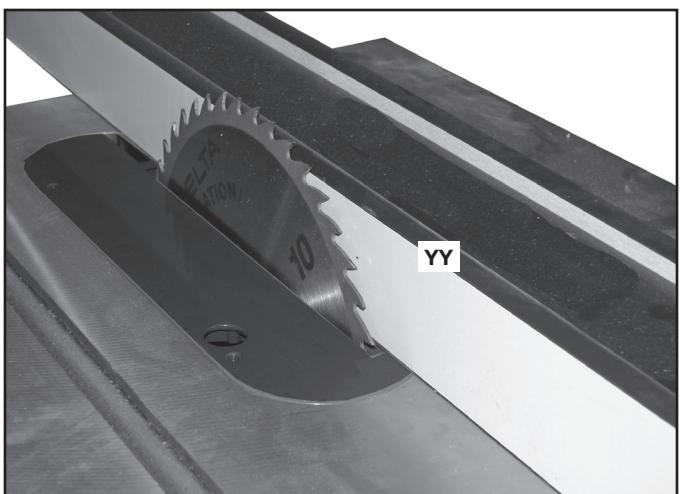

FIG. 26
- Déplacer le guide (YY) fig. 26 du côté droit de la lame de la scie de façon à ce que la lame tournée à la main passe tout juste le guide lorsque le guide est verrouillé, comme l'illustre la fig. 26.